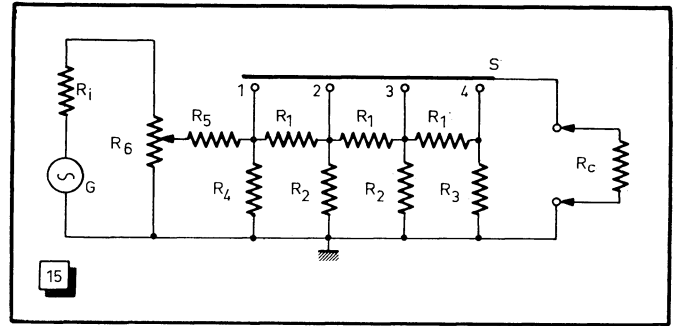
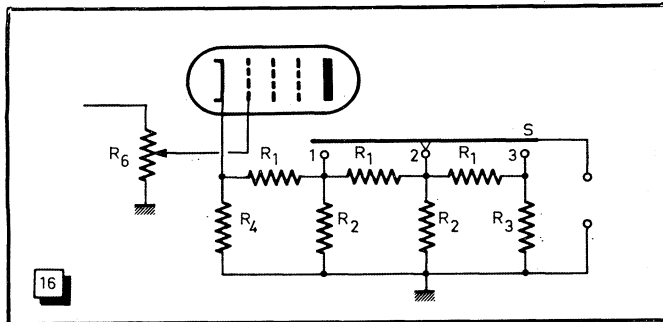
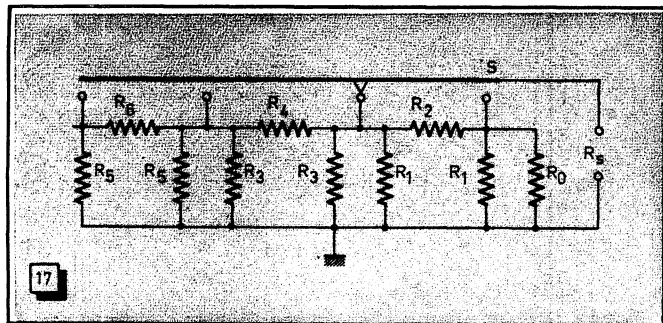

Fig. 15. — Schéma de principe d'un atténuateur commutable.
Fig. 16. — Un atténuateur commutable placé à la sortie cathodique d'un tube.
Fig. 17. — Un atténuateur commutable se calcule comme étant composé d'un certain nombre de cellules en π .
Lorsqu'il s'agit d'un atténuateur de sortie d'un générateur, par exemple, sa structure est généralement celle de la figure 15. Le problème consiste à assurer un certain nombre de paliers d'atténuation, à adapter, le mieux possible, la résistance de sortie R_1 du générateur à la résistance de charge R_c et à réaliser les conditions d'impédance constante aussi bien à l'entrée, côté générateur, qu'à la sortie. Toutes ces conditions étant parfois difficilement réalisables en même temps, on admet souvent quelques compromis.
Lorsqu'un atténuateur à plots est associé à un atténuateur progressif tel que R_6 (fig. 15), il est nécessaire que la valeur de R_6 soit du même ordre de grandeur que R_1 et qu'en même temps elle soit nettement plus faible (5 à 10 fois) que la résistance d'entrée de l'atténuateur. Pour satisfaire cette condition, on introduira une résistance telle que R_5 et on déterminera la valeur de R_4 en se servant de relations suivantes :
Si l'on fait $R_5 = 10 R_1$, on obtient $R_4 = \infty$, ce qui signifie que cette résistance peut être supprimée. L'inconvénient du schéma de la figure 15 est que l'impédance de sortie augmente par rapport à la valeur « nominale » sur les positions 1 et 2 du contacteur (surtout en position 1). Pour cette raison, on adopte souvent la solution de l'atténuateur progressif placé avant le tube final, par exemple comme l'indique la figure 16. La résistance de sortie du tube peut être toujours ajustée de façon à avoir la même valeur que R_c , en agissant sur R_4 . Dans ces conditions, le calcul de l'atténuateur se simplifie beaucoup, puisqu'il se trouve constitué par une suite de cellules symétriques.
Un atténuateur commutable peut être considéré, en effet, comme une juxtaposition de cellules en π , suivant le schéma de la figure 17, et pour le calcul duquel on peut considérer les choses de la façon suivante. Côté sortie ce réseau doit présenter une certaine résistance R_s , obtenue par la mise en parallèle d'une résistance telle que R_0 et de la résistance terminale R_1 du réseau, en tenant compte de toutes les autres résistances qui viennent en parallèle sur R_1 .
Etant donné que le schéma de la figure 17 est purement théorique et que la structure définitive et réelle est celle de
la figure 15, résultant de la mise en parallèle de R_1 et R_0 , de R_1 et R_3 , etc., et du remplacement de ces combinaisons par des résistances uniques, les deux façons d'aborder le problème conduisent au même résultat, ce qui apparaît d'ailleurs nettement si l'on compare les relations (46) à (51) et (51) à (53).
Si l'impédance terminale côté générateur est la même que l'impédance de sortie, le calcul se fait sans aucune complication. Si cette impédance terminale est différente, la dernière cellule ($R_5 - R_0 - R_s$ de la figure 17, par exemple) sera une cellule d'adaptation. On peut, d'ailleurs, adopter dans ce cas la disposition de la figure 16, qui aura l'avantage d'offrir une impédance identique pour toutes les positions de S. La cellule $R_2 - R_1 - R_4$ sera alors calculée de façon à réaliser l'adaptation en introduisant une atténuation minimale, à moins que la tension dont on dispose aux bornes de R_4 ne soit très supérieure à celle que l'on veut avoir en 1.
1. — Calculer l'atténuateur de la figure 16 à partir des données suivantes :
valeur que l'on trouverait également à l'aide de (51) et (52), en considérant que R_s de la figure 16 résulte de la mise en parallèle de R_0 et R_1 de la figure 17.